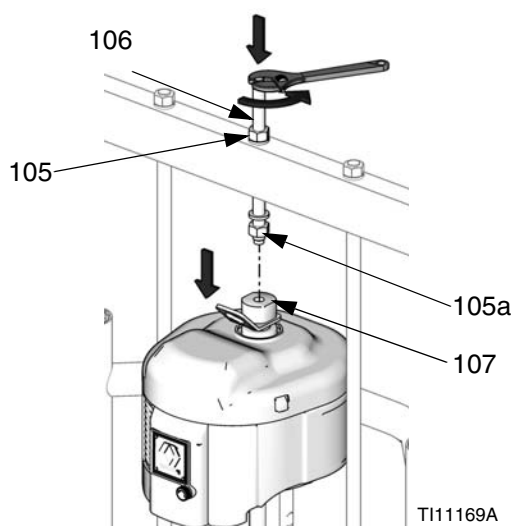

FIG. 24
- a. *Pour les NXT équipés d'un cylindre de 200 litres (55 gallons) blocs d'alimentation D200 de 76,2 mm (3 po.) et D200s de 165,1 mm (6,5 po.) :* desserrez l'écrou (105a) situé sous la barre transversale. Utilisez une clé pour maintenir en place l'adaptateur de l'anneau de levage (107) et desserrez la tige filetée (106) située au-dessus de la barre transversale à l'aide d'une autre clé. Consultez la FIG. 24.